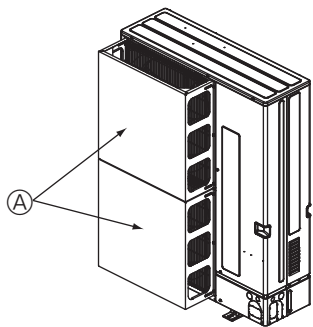

Fig. 2-16
① Установите дополнительную защитную направляющую потока воздуха, если прибор устанавливается в местности, где наблюдаются ураганы с сильным ветром, который может дуть непосредственно в воздуховыпускное отверстие. (Fig. 2-16)
④ Защитная направляющая потока воздуха